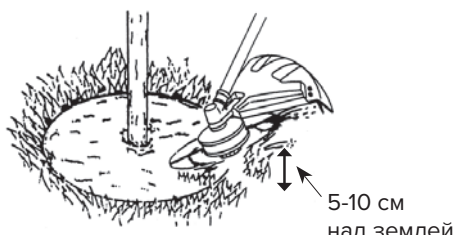

Рис. 16d
- Для скашивания травы на минимальном уровне держите триммерную насадку на высоте приблизительно 5-10 см над землей и под большим углом, чем при обычном кошении (рис. 16d).